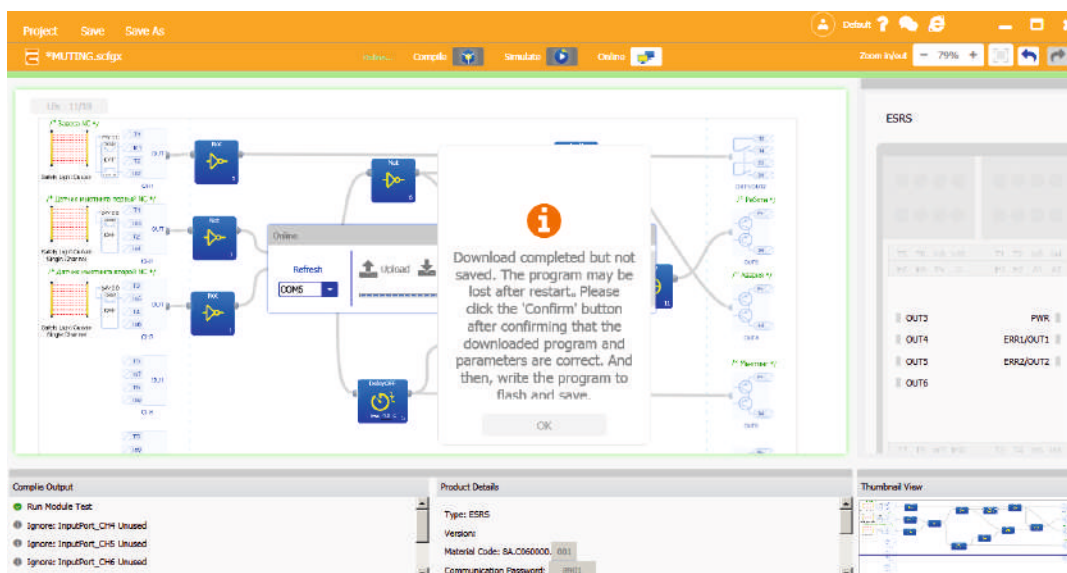

Рис. 12
1. После завершения загрузки появится окно предупреждения о том, что проект находится во временной памяти (Рис. 12).